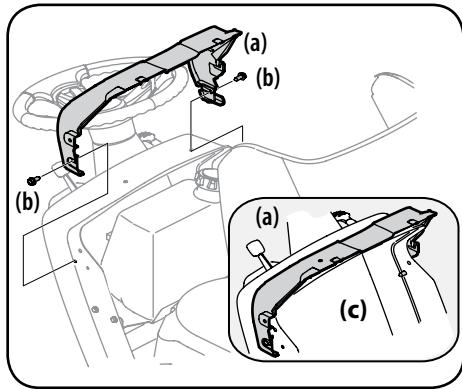

Figura 2-7
- Si la cubierta del tablero (a) se envía suelto, el hardware para la fijación de la cubierta guión (a) se envía instalado en el tablero de instrumentos (c). Retire los dos tornillos (B) del guión (c). Vea la Figura 2-7.
- Montar la cubierta del tablero (a) y alinee los orificios de montaje. Vea la Figura 2-7.
- Fijan la cubierta de tablero (a) el guión (c) con los tornillos (B) retirados en el paso 1. Consulte la Figura 2-7.